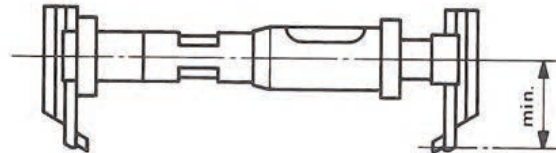

Fig. 8.
- Monter les touches de façon à ce que les points de contact soient aussi près que possible de l'axe de l'instrument (Fig.8). Bloquer les brides de fixation (15).